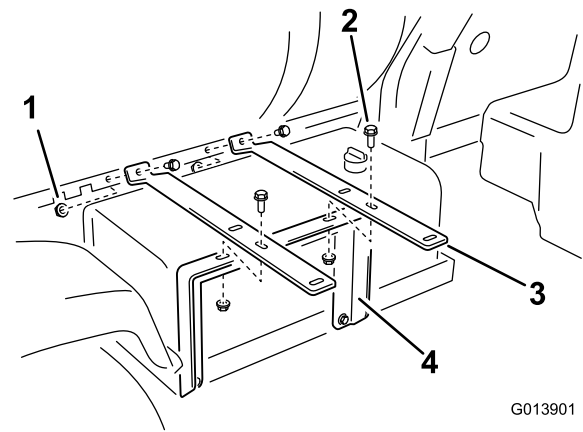

Bild 9
2. Befestigen Sie die Enden der zwei Schlauchwagenriemen mit zwei Bundbolzen ((3/8 x 1 Zoll)) und zwei Bundmutter ((3/8 Zoll)) im Behältersattel (Bild 9).